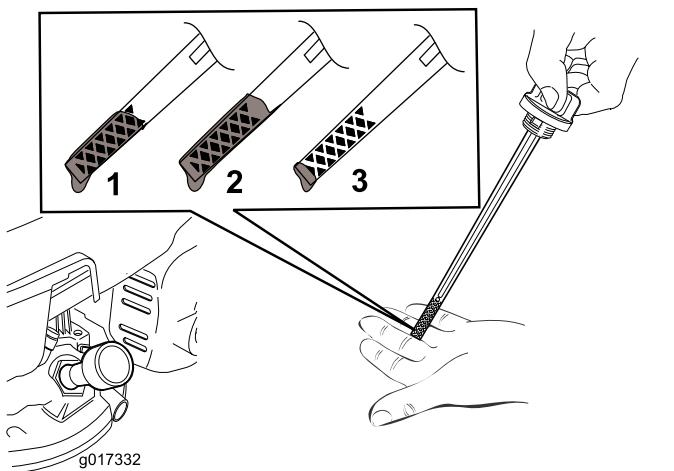
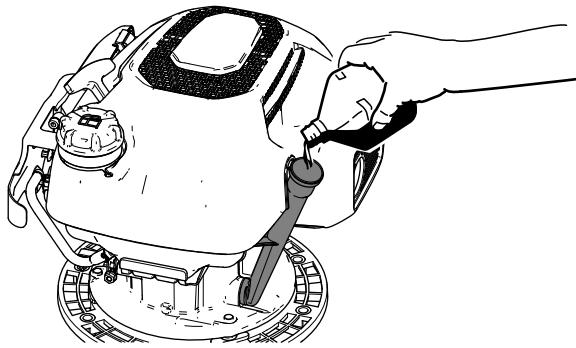

Figura 34
Figura 35
5. Se il livello dell'olio è prossimo o al di sotto del segno di limite inferiore sull'asta di livello (Figura 34), versate lentamente l'olio motore specificato nel bocchettone di riempimento dell'olio (Figura 35) e attendete 3 minuti.
5. Ponete una vaschetta di scarico accanto al piatto sul lato del bocchettone di riempimento dell'olio della macchina e sul pavimento (Figura 35).
- Versate lentamente l'olio motore specificato nel bocchettone di riempimento dell'olio (Figura 35) e attendete 3 minuti.